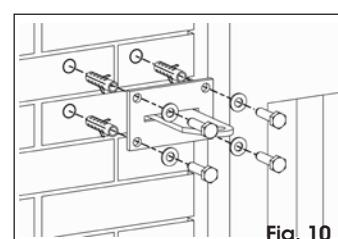

Fig. 10
- ii-Fissare il tutto al pilastro utilizzando adeguati sistemi di fissaggio (Fig. 10).